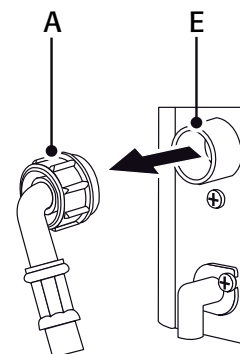

Рис. 6.е
6.3.2 Увлажнитель humiDisk₆₅ (Рис. 6.f)